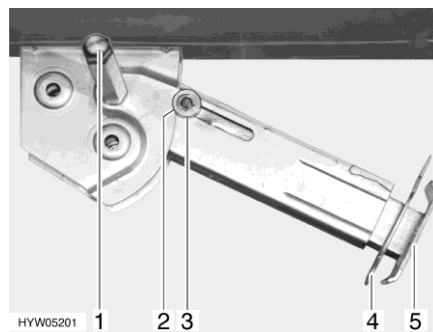

Bild 36 Stödben
- Placera hylsnyckeln på sexkanten (Bild 36,1) och vrid runt den tills stödbenet står rakt neråt.
- Drag ut sprinten (Bild 36,4) ur stödbensförlängningen (Bild 36,5).
- Placera hylsnyckeln på sexkanten (Bild 36,1) och vrid runt den tills stödbenet inte längre sitter mot marken.
- Skjut in stödbensförlängningen (Bild 36,5) helt och sätt in sprinten (Bild 36,4) i borrhålet på stödbensförlängningen.
- Vrid på sexkanten (Bild 36,1) med hylsnyckeln tills stödbenet har svängts upp och styrbrickan (Bild 36,3) befinner sig längst upp i skåran (Bild 36,2).